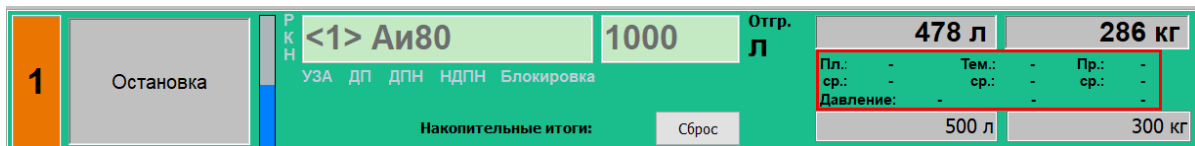

Рисунок 10. Поле отображения дополнительных параметров налива.
- **Поле отображения дополнительных параметров налива** – текстовое поле, в котором отображаются такие параметры, как текущая и средняя за налив температура топлива, текущая и средняя за налив плотность топлива, текущая и средняя за налив производительность стояка налива (рисунок 10). Данные параметры отображаются, если в разделе "Параметры системы стояков" режима "Настройки" включена настройка "Отображать дополнительные параметры выполнения заказа";